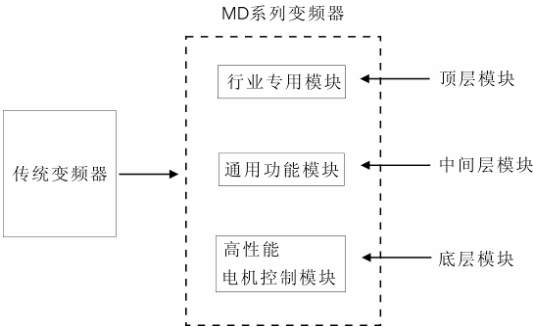

图 1 传统变频器与MD系列模块化变频器比较
- 1) 它首创了新一代变频器三层模块化的结构标准，如图 1 示；
- 2) 它首创了将用户需求进行电机驱动、通用功能和专用功能等主模块及各种子模块划分的物理标准，如图1所示；